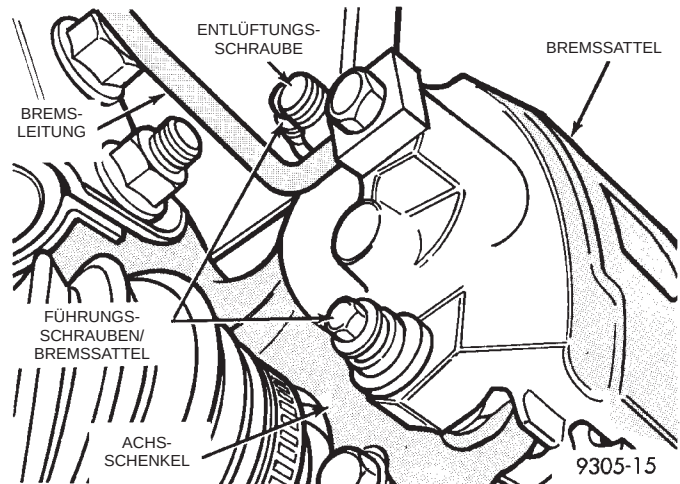

Abb. 29 Befestigung des Bremssattels
(1) Fahrzeug anheben. Dazu Unterstellböcke oder eine Hebebühne verwenden, die am Rahmen angebracht wird (siehe Kapitel 0, "Schmierung und Wartung", Abschnitt "Anheben des Fahrzeugs").
(2) Vorderrad abbauen.
(3) Die beiden Führungsschrauben des Bremssattels vom Achsschenkel lösen (Abb. 29). Bremssattel vom Achsschenkel abbauen. Näheres hierzu siehe Abschnitt "Scheibenbremsen vorn" in Kapitel 5, "Bremsen", dieses Handbuchs.
rungsschrauben des Bremssattels eindrehen und mit einem Anzugsmoment von 19 N·m (168 in. lbs.) festziehen (Abb. 29).